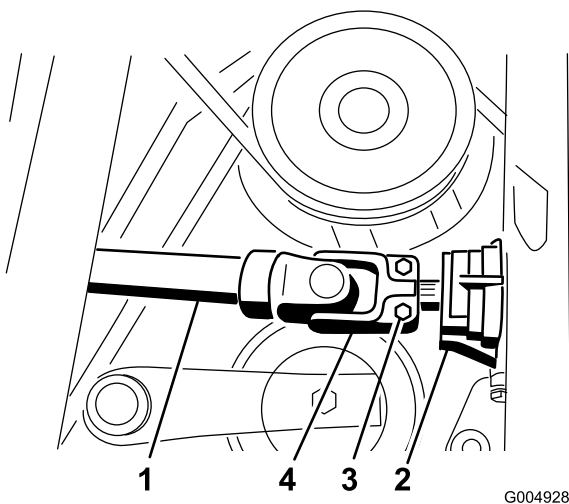

Figura 35
8. Retire o pino de segurança e puxe o veio propulsor do eixo da caixa de velocidades (Figura 35).